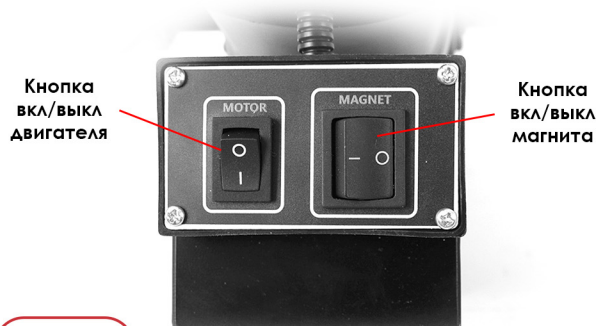

Рис. 3
1. Установите инструмент на заготовку согласно разметке планируемого отверстия. Включите магнит (Рис. 3).